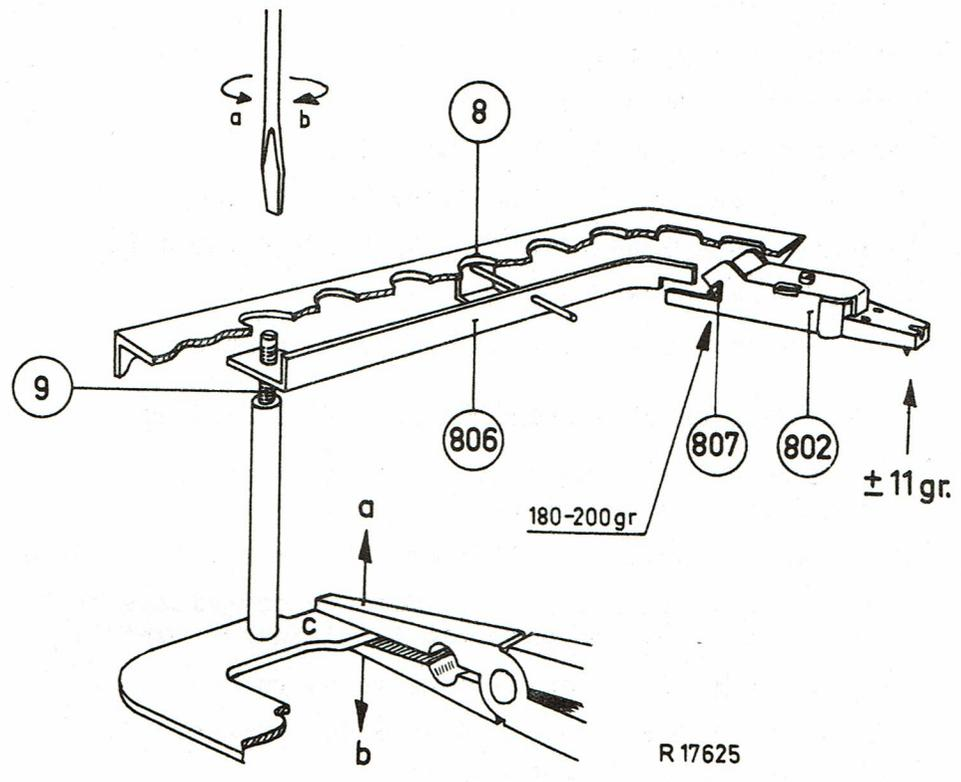

Fig.3
2. Le ressort 808 doit exercer une pression telle sur le support de tête qu'une force de 180 - 200 gr est nécessaire pour pousser le support 802 plus loin dans le bras de p.u. (voir fig.3).
6. Lorsque la tête a une position trop basse, la vis de réglage 9 doit être tournée un peu vers le bas (voir fig.3). Dans la position la plus haute il doit être possible de pousser la tête encore toujours un peu plus loin vers le haut par la main.